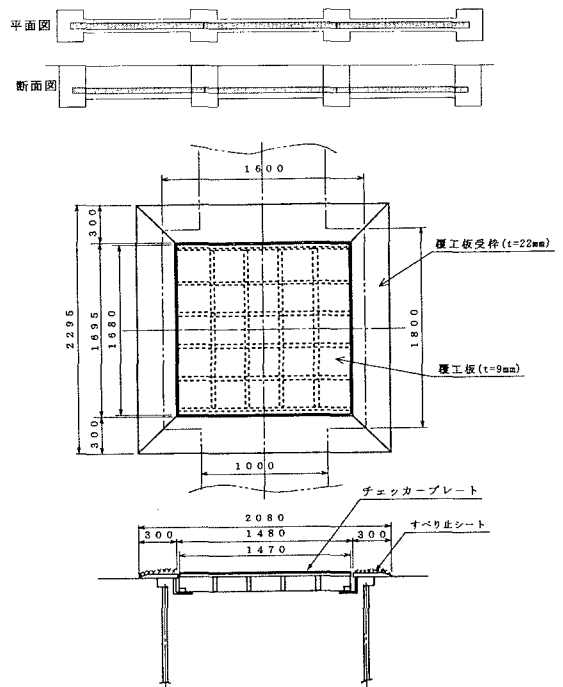

図2. 簡易覆工板
A) 簡易覆工板：会所部の大きさにあわせた受枠と、鉄板にリブを付けた軽量の覆工板とで構成される。（図2．参照）